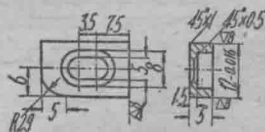

图 3
1. 采用游标卡尺结构原理, 为了达到位移精度在 0.015 毫米以内, 在主尺 2 左后面装有一个挡块 14 用来垫块规, 挡块做成如图 3 所示的形状, 图 3 中长圆孔是供调整零位的。